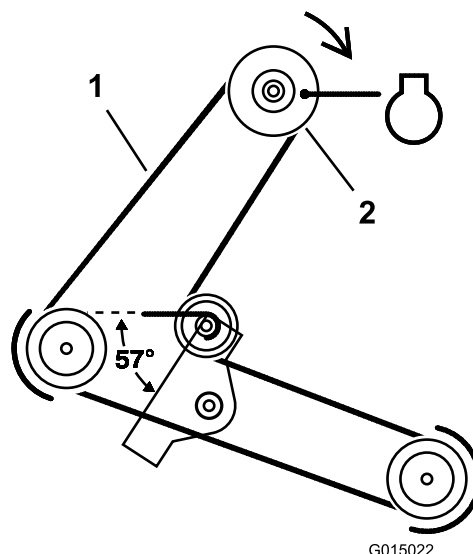

Figure 33
5. Enlevez la courroie du plateau de coupe de la poulie d'embrayage électrique (Figure 33).
5. Placez la courroie du plateau de coupe autour de la poulie d'embrayage électrique (Figure 33).